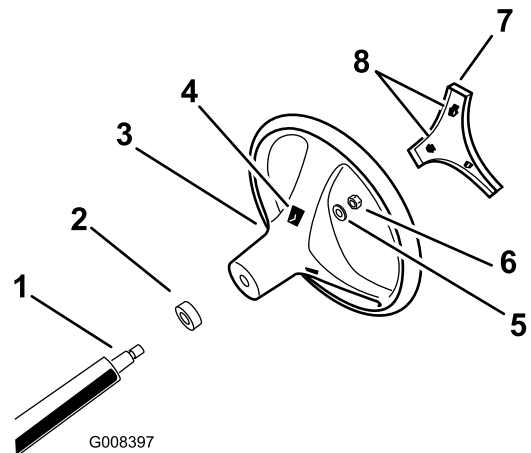

Figura 3
- Attraverso le aperture sul retro del volante, sganciate le linguette di bloccaggio del coperchio centrale e togliete il coperchio dal volante (Figura 3).
- Togliete il dado di bloccaggio e la rondella dal piantone dello sterzo (Figura 3).
3. Allineate il volante sulle scanalature del piantone (Figura 3).
4. Montate la rondella e il dado di bloccaggio del piantone dello sterzo (Figura 3).
6. Allineate le linguette del coperchio centrale alle aperture nel volante e premete il coperchio sul volante finché le linguette di bloccaggio non scattano in posizione (Figura 3).